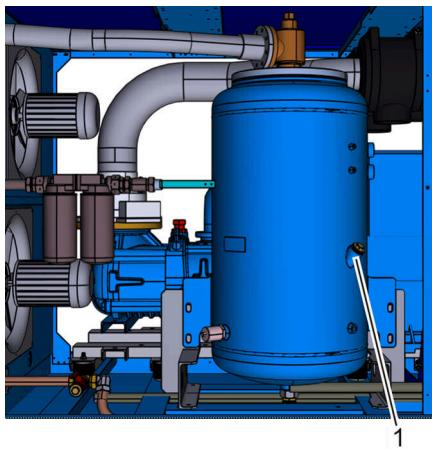

Рис. 42: Резьбовая пробка наливного отверстия
10. Вставьте резьбовую пробку наливного отверстия (Рис. 42/1) и затяните ее *Приложение В «Моменты затяжки винтов» на странице 124.*